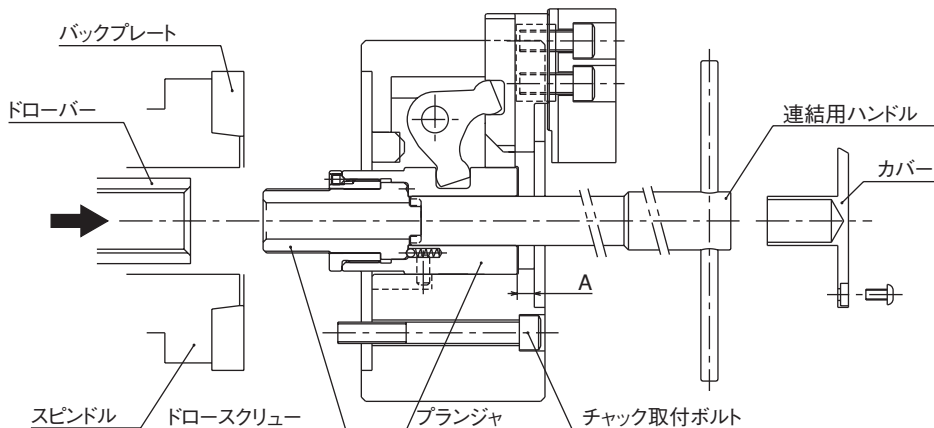

図 17
- ・シリンダ前進端でのプランジャの適正位置は、図 17 の寸法 A が下表となる位置です。